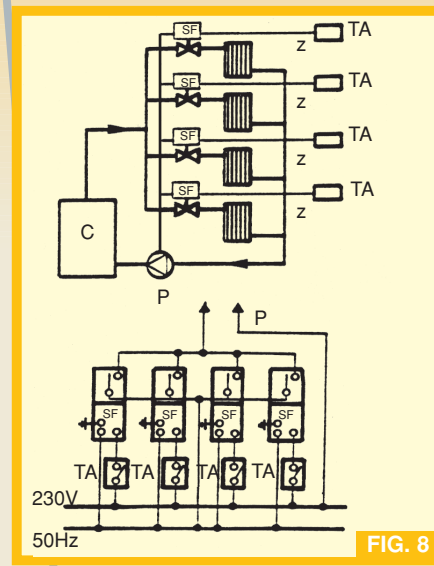

FIG. 8
**ESEMPLI DI APPLICAZIONE 1) APPLICAZIONE COME VALVOLA DI ZONA A DUE VIE** Nello schema Fig. 8 è mostrato il sistema tipico di installazione delle valvole di zona. È però necessario usare la valvola SF con micro ausiliario di fine corsa, allo scopo di arrestare la pompa quando tutte le valvole sono chiuse. Servono inoltre altri componenti in commercio quali le valvole con by-pass differenziale per evitare rumori fastidiosi e per mantenere costante la pressione della pompa.
**APPLICATION EXAMPLES 1 AS 2-WAY ZONE VALVE** Fig. 8 illustrates a typical installation system for zone valves. However it is necessary to use the SF valve with an Auxiliary travel limit microswitch in order to stop the pump when all the valves are closed. Even other parts available in the market are necessary such as valves with a differential by-pass to avoid bothersome noise and to ensure a constant pump pressure.
**ANWENDUNGSBEISPIELE 1 ALS 2-WEGE-ZONENVENTIL** Fig. 8 zeigt das typische Installationssystem der Zonenventil muß jedoch das SF-Ventil mit dem Endanschlag-Hilfsmikroschalter des Endanschlags verwendet werden, damit sich die Pumpe abstellt, wenn alle Ventile geschlossen sind. Erforderlich sind ferner weitere handelsübliche Komponenten, wie Differentialumlenkventile zur Vermeidung von störenden Geräuschen und zur Konstanthaltung des Pumpendrucks.